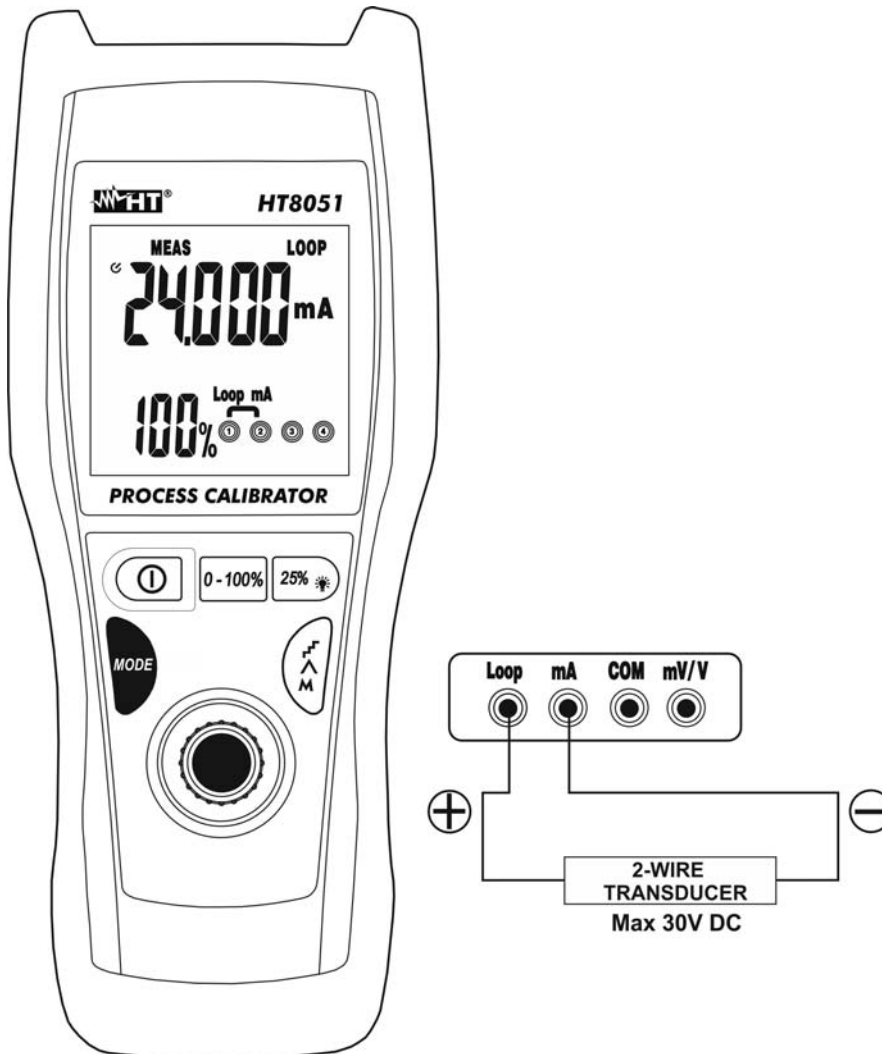

Fig. 7 : Mesure de courant DC à la sortie des transducteurs externes (Loop)
4. Connecter l'embout vert et l'embout noir au transducteur externe en respectant la polarité et la direction du courant dont à la Fig. 7.
6. Le message « **OL** » indique que le courant sous test dépasse la valeur maximale mesurable par l'instrument. Pour la génération de la valeur négative de tension, tourner les embouts de mesure dans le sens inverse par rapport à la connexion de Fig. 7.